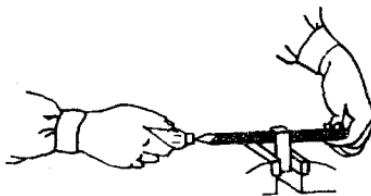

图 1-3 中型锉刀握持法
②中型锉刀握持法:右手握柄方法与上面相同,左手以拇指和食指握住锉刀的尖端,见图1-3。